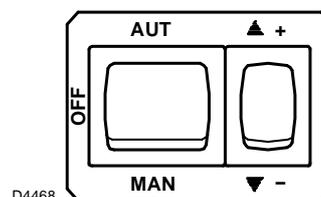

Fig. 20
- 2 Seleccione el modo manual "MAN" (Fig. 20) de funcionamiento y efectúe los precalibrados de la LEVA III del servomotor y del tornillo de calibrado del PUNTO 0 como se indica en la tabla en Tab. M, luego encienda el quemador.
- 3 Una vez encendido, lleve manualmente el servomotor hacia la posición de la segunda llama presionando el interruptor "+" (Fig. 20).
- 4 Lleve manualmente el servomotor hacia la posición de primera llama apretando el interruptor "-" (Fig. 20).
Al finalizar, luego de haber controlado que el quemador encienda correctamente y que la llama sea estable, seleccione el funcionamiento automático colocando el selector en la posición "AUT" (Fig. 20): se modulará entre la posición de calibrado de la LEVA III y la de la LEVA I.
Si es necesario aumentar el ángulo de la leva, primero aumente el ángulo del servomotor mediante la tecla "aumento de potencia" +)(Fig. 20), luego aumente el ángulo de la **LEVA III** y por úl-
timo lleve el servomotor a la posición de potencia MÍN con la tecla "disminución de potencia" -)(Fig. 20).